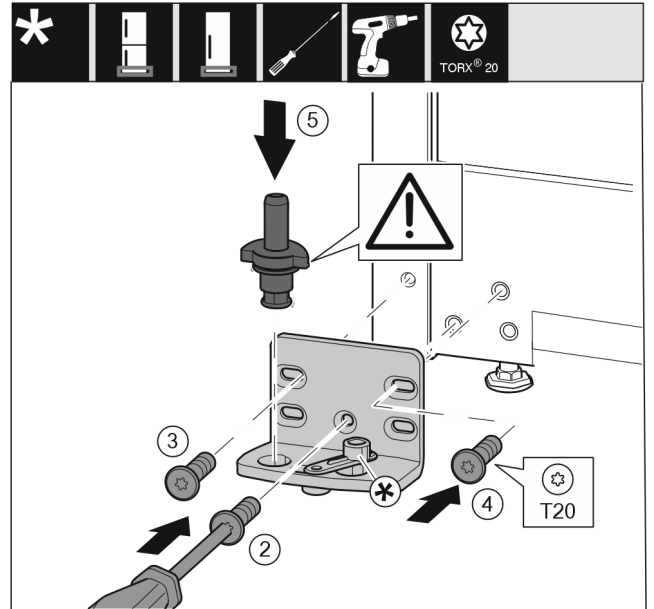

Fig. 17
- Aseta laakerijalusta toiselle puolelle ja kiinnitä ruuvimeisselillä. Aloita ruuvista Fig. 17 (2), joka on alhaalla keskellä.
- Kierrä ruuvi Fig. 17 (3) ja ruuvi Fig. 17 (4) kiinni.
- Aseta laakeripultti Fig. 17 (5) kokonaan paikalleen. Varmista tällöin, että lukitusnokka osoittaa taaksepäin.